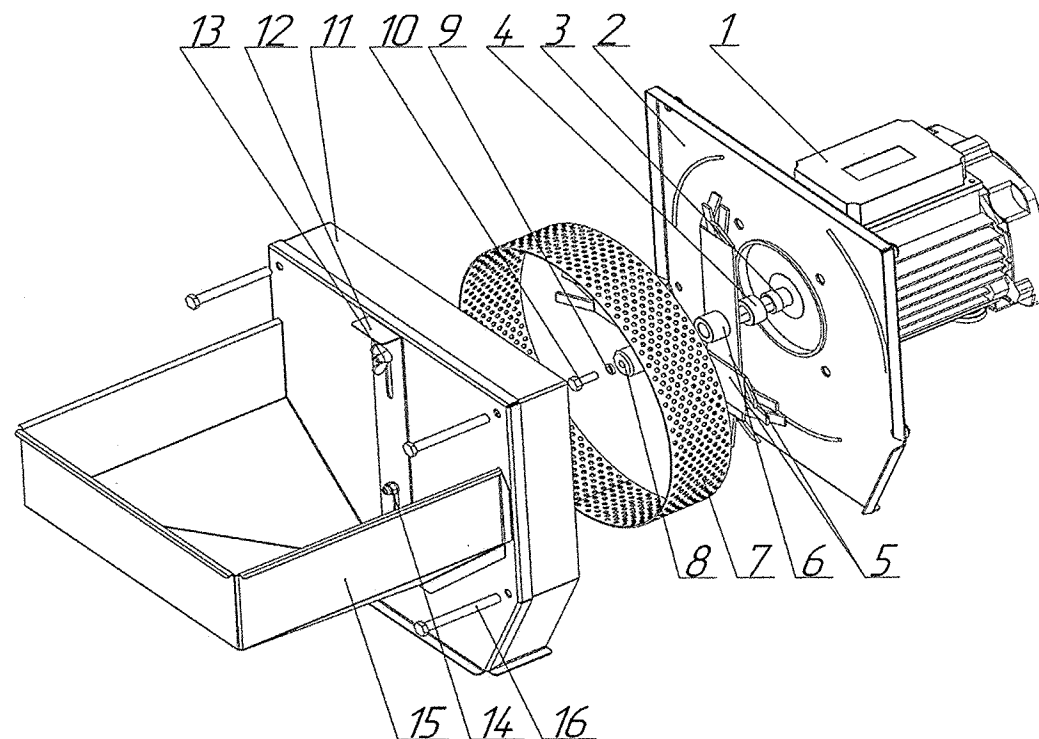

Рис.4 Устройство измельчителя
5.1. Измельчитель представляет собой моноблок, состоящий из электродвигателя и измельчительной части (рис. 4).
Примечание. В связи с постоянным совершенствованием конструкция измельчителя может незначительно отличаться от изображенной на рис.4. Возможно применение других видов комплектующих изделий с соответствующими параметрами.